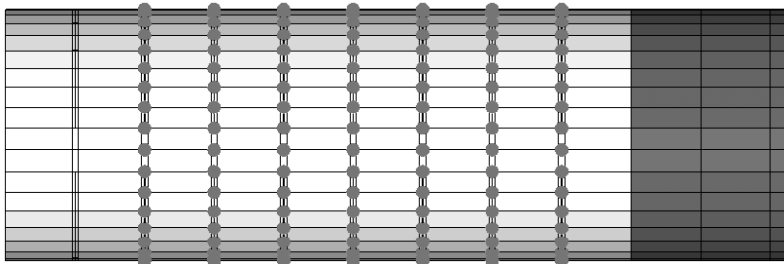

图 7-11 节点融合前的预览
(16) 单击 `translate+` 按钮。这样就把选中的单元复制了一份，并把复制的单元移动到了第二个框的位置。
(17) 选择 `elems>duplicate>original comp`，其他的设置不变。
(18) 单击 `translate+` 按钮，再次复制并移动了单元。
(19) 再重复 (17) ~ (18) 步操作 5 次。共创建完毕 8 个机身框的 CBAR 单元。
(20) 单击 `return` 按钮退出。
(21) 选择 `Tool>edges`，输入 `tolerance` 为 50。
(22) 选择所有的单元，单击 `preview equiv` 按钮，如图 7-11 所示，复制-移动生成的 CBAR 单元节点并没有与机身的四边形单元节点耦合在一起。